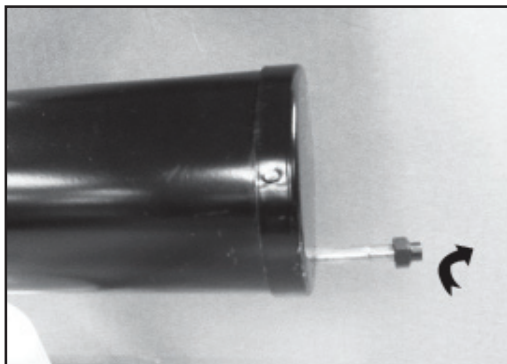

**Figure 3**
2.) La pompe (6) est bouchée.	2.1.) Insérez un fil de petit diamètre ou un cure-dent dans le trou au bas de l'assemblage du piston de laiton (7) pour retirer l'obstruction. Voir la Figure 3.